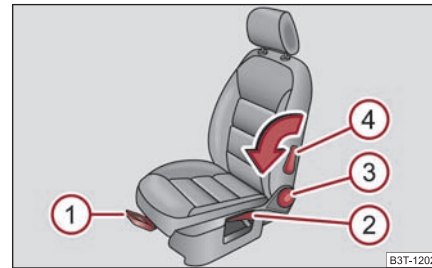

Abb. 77 Bedienelemente am Sitz
- Ziehen Sie den Hebel **1** ⇒ Abb. 77 nach oben und schieben Sie dabei den Sitz in die gewünschte Position.
- Entlasten Sie die Sitzlehne (lehnen Sie sich nicht an) und drehen Sie das Handrad **(3)** ⇒ Seite 80, Abb. 77, um die gewünschte Lehnenneigung einzustellen.